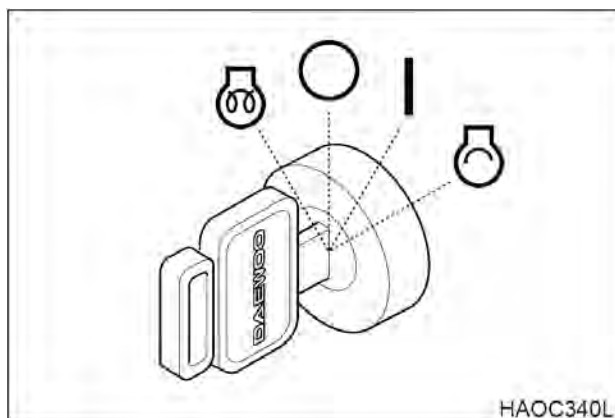

Рис. 26
- Выключить двигатель поворотом ключа стартера в положение «**О**» (**OFF**) (рис. 26).